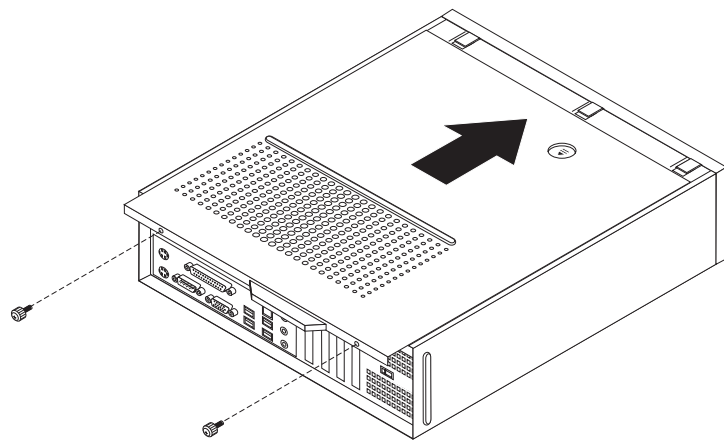

Figura 39. Cómo deslizar la cubierta
5. Vuelva a poner la cubierta del sistema y conecte el cable de alimentación. Consulte el apartado Figura 39 en la página 33.